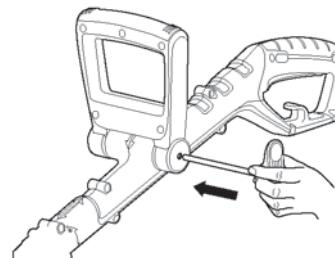

Fig.5
- > Emboîtez la poignée auxiliaire [7] sur le moyeu situé en haut du manche; enfilez le boulon par le trou de la poignée (Fig.5).